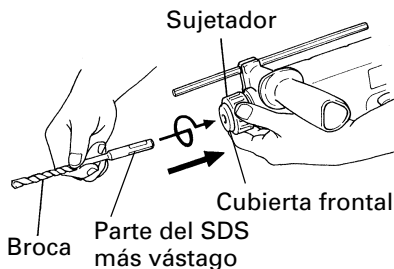

Fig. 8
- (1) Gire la empuñadura del asa lateral para aflojarla y presiónela hasta que entre en contacto con la carcasa.
- (2) Ajuste el asa lateral al ángulo que permita la utilización más fácil, y después gire firmemente la empuñadura del asa lateral para fijarla en su lugar.
3. Montaje de la broca (Fig. 8)
- (1) Para colocar una broca (SDS más vástago), tire completamente de la empuñadura en el sentido de la flecha como se muestra en la Fig. 8 en inserte profundamente la broca girándola.
- (2) Al soltar la empuñadura, la broca quedará asegurada.
- (3) Para extraer la broca, tire completamente de la empuñadura en el sentido de la flecha y tire hacia afuera de la broca.